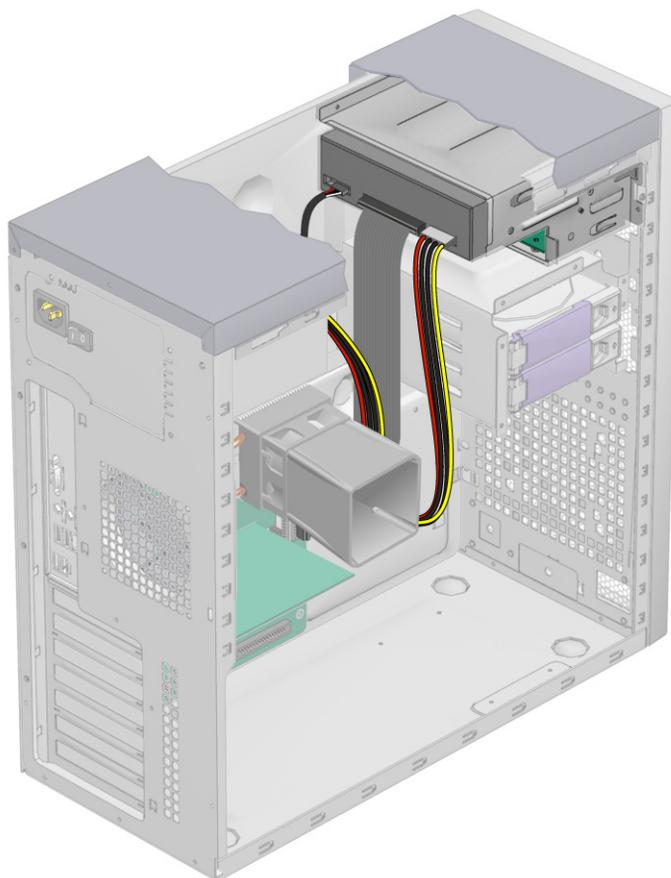

РИС. 4-12 Расположение кабелей питания и интерфейса IDE
6. Подсоедините кабели интерфейса IDE, кабели питания и кабельные перемычки к задней панели дисковода DVD (см. РИС. 4-12).